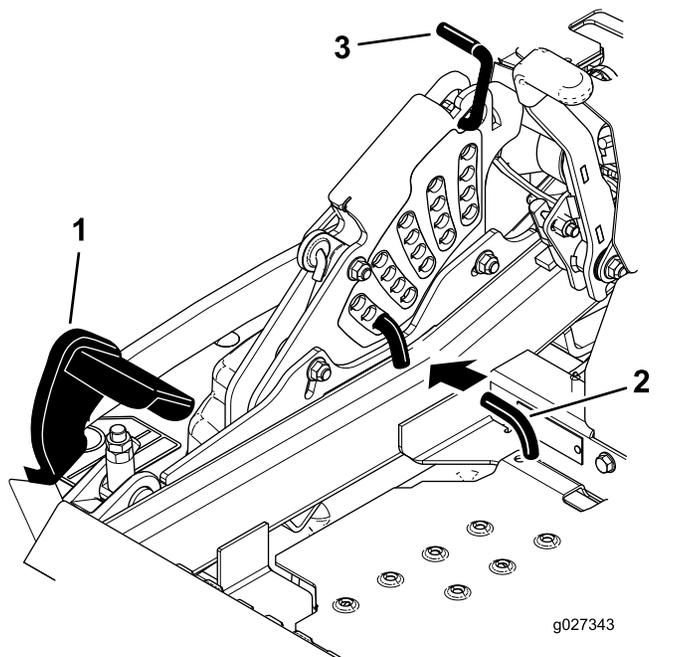

Figure 25
2. Appuyez sur la pédale de levage du tablier avec le pied et levez le tablier en position de transport (qui est aussi la position de hauteur de coupe de 140 mm [5,5 po]), comme montré à la Figure 25.
3. Pour changer de hauteur de coupe, tournez la goupille de 90 degrés retirez-la du support de hauteur de coupe (Figure 25).
4. Placez la goupille dans le trou du support correspondant à la hauteur de coupe voulue (Figure 25).